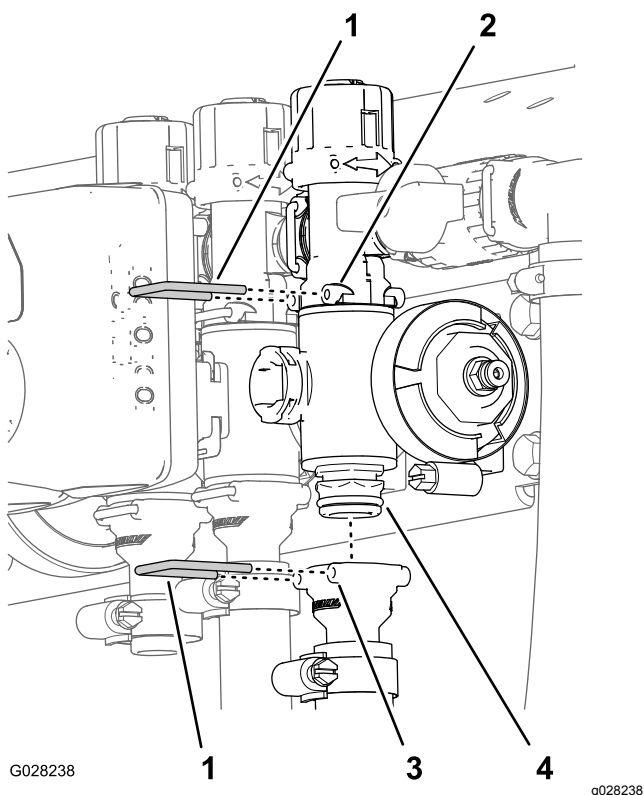

Figure 95
2. Retirez les étriers qui fixent le raccord de sortie au collecteur de vanne de section et le collecteur de vanne au raccord de dérivation (Figure 95).